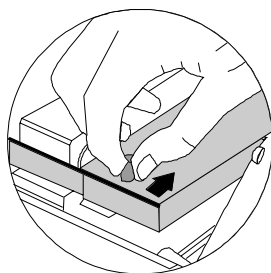

**figura 1.2**
Para colocar a fita abra a tampa frontal (4) conforme a figura 1.2.